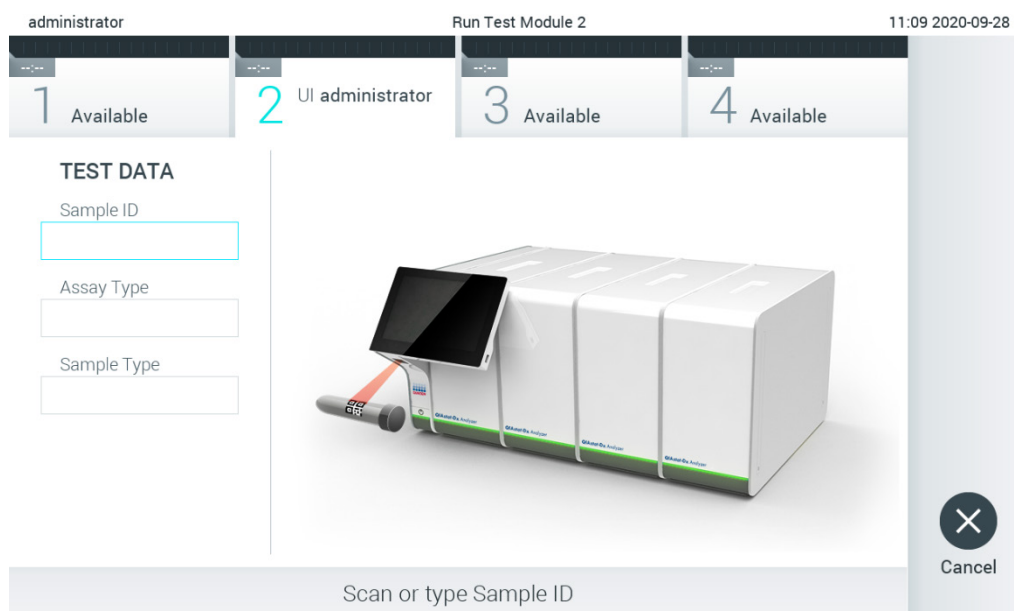

Рис. 75. Сканирование идентификационного штрих-кода пробы.
2. При получении соответствующего запроса отсканируйте идентификационный штрих-код пробы с помощью сканера штрих-кодов, встроенного в рабочий модуль (рис. 75).